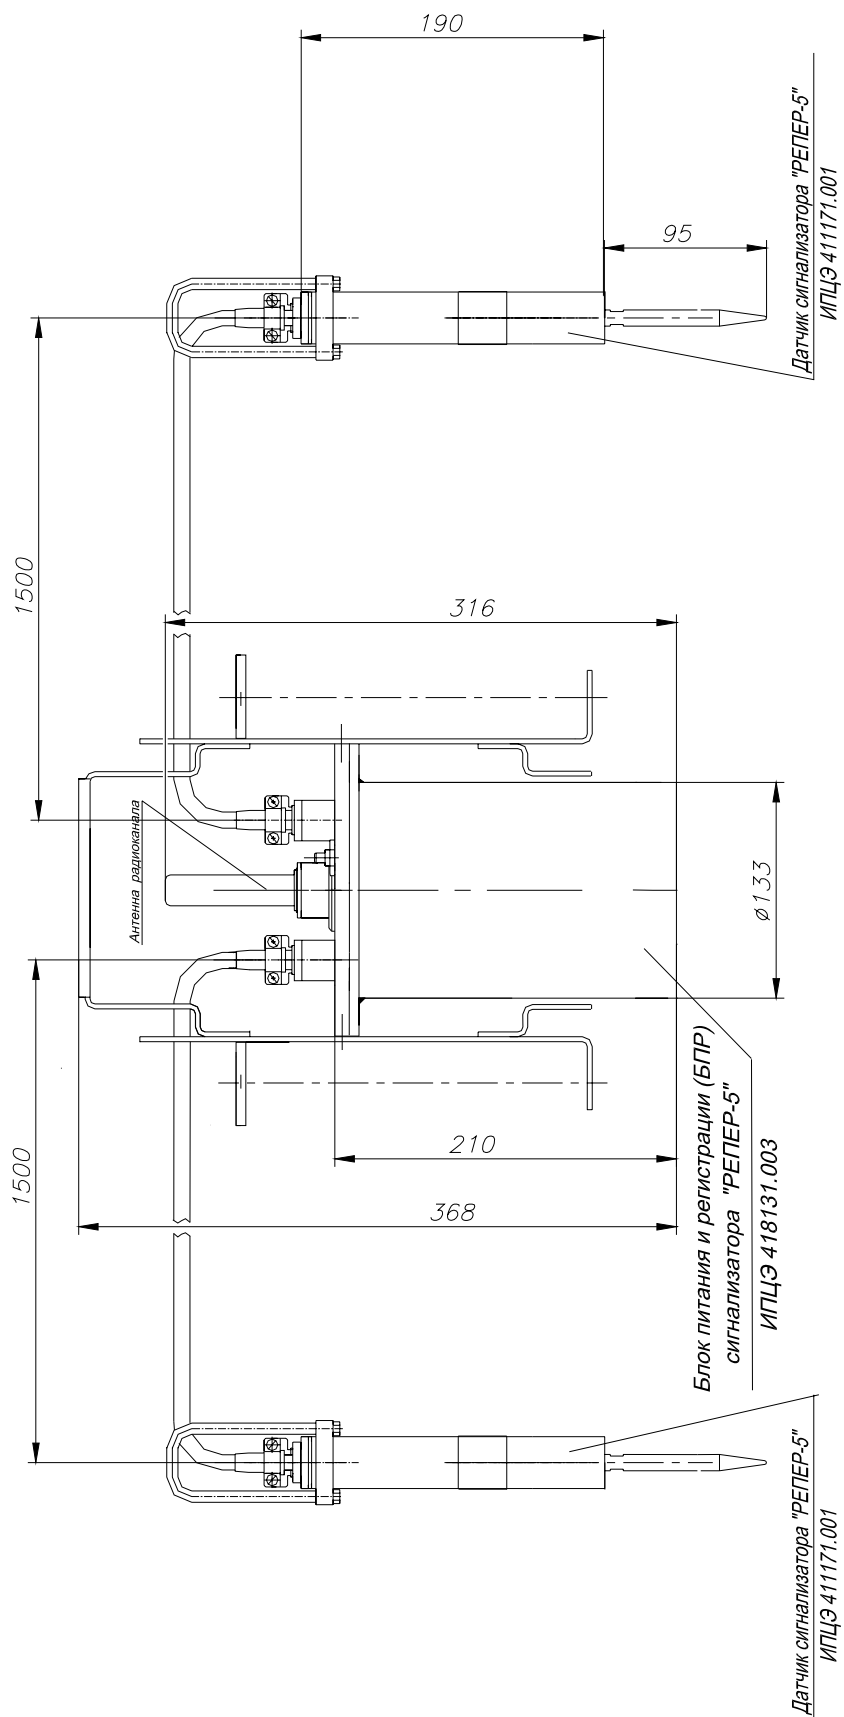

Рисунок 3.
1.6.1 Сигнализатор «Репер-5» состоит из двух блоков датчиков, соединённых кабелем с блоком питания и регистрации. Габаритный чертёж сигнализатора приведён на рис. 3.